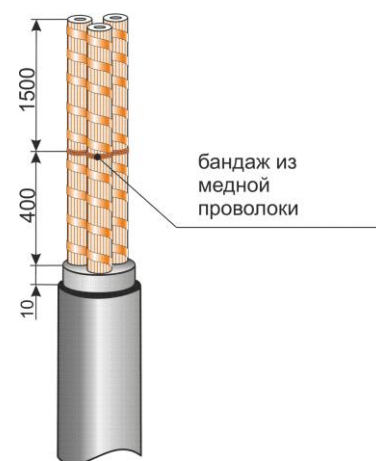

Рис.3
3. Развести жилы кабеля, на расстоянии 1500мм от конца каждой жилы наложить бандаж из 2-3 витков медной проволоки (Рис.3).